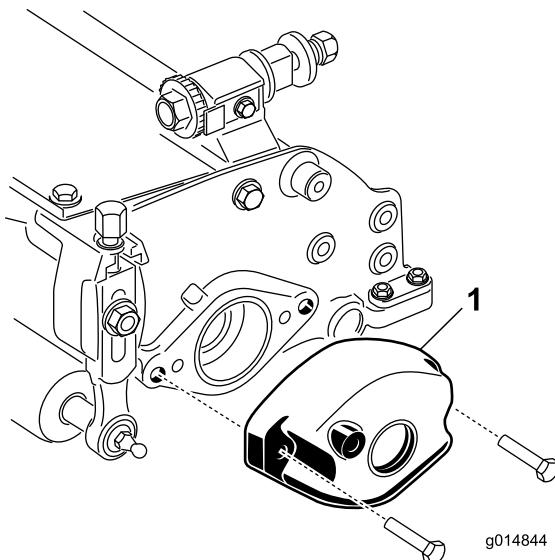

Figura 13
- A. Togliete i 2 bulloni che fissano il contrappeso all'estremità sinistra dell'apparato di taglio. Togliete il contrappeso (Figura 13).